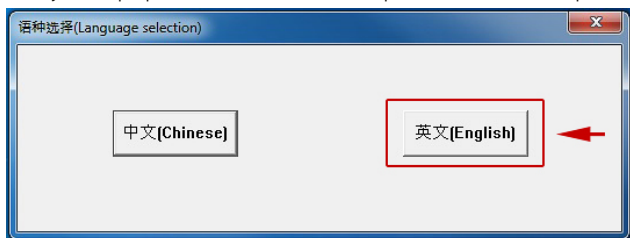

Рис. 1.
- Запустить программное обеспечение и выбрать язык — ENGLISH (рис. 1);